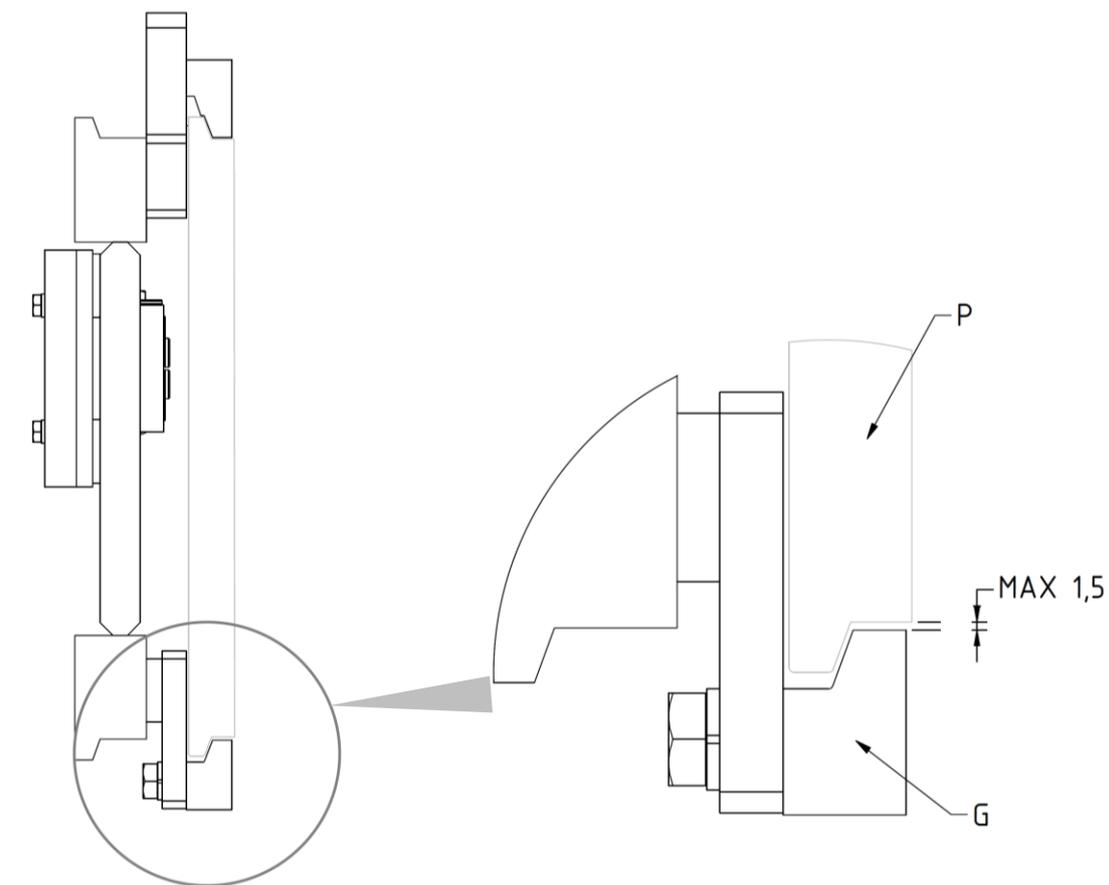

Figure 5
7. Revisser les 2 crochets inférieurs **G** de manière à ce que le corps de ces derniers reste accroché aussi en bas du tablier porte-fourches **P** (avec un jeu max. de 1,5 mm, voir détail *Figure 5*), en serrant avec le couple de serrage indiqué dans le *Tableau 3*.